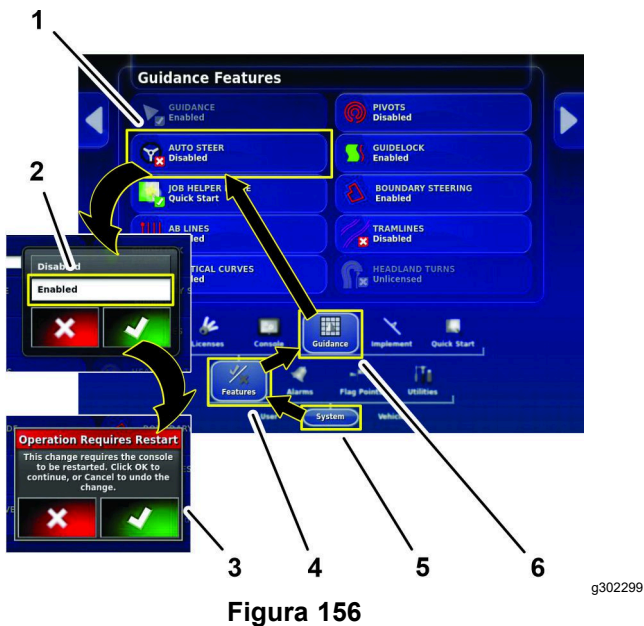

Figura 156
3. Prima o ícone SYSTEM, o ícone FEATURES, e o ícone GUIDANCE (Figura 156).
4. Prima o ícone AUTO STEER  (Figura 156).
5. Na caixa de diálogo, pressione o ícone ENABLE e prima o ícone de confirmação (Figura 156).
6. Na caixa de diálogo “a operação exige que o sistema seja reiniciado”, pressione o ícone Confirmar (Figura 156).